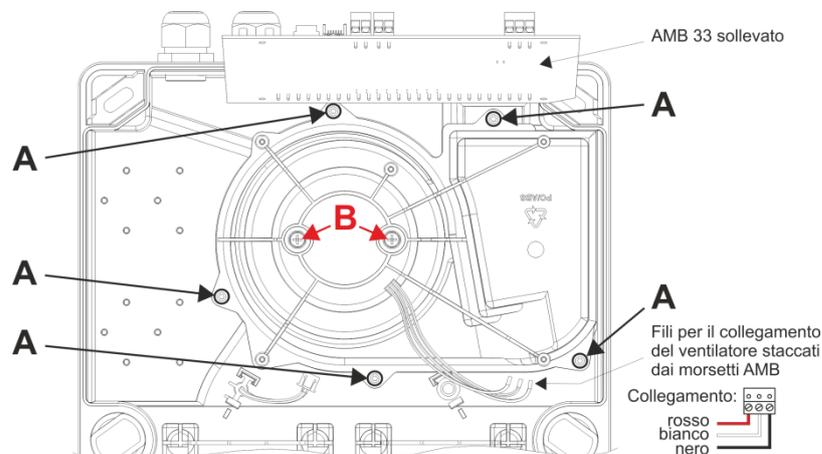

Fig. 48 Smontaggio del gruppo ventola in aspirazione
Per sostituire il gruppo ventola in aspirazione AFU 35 va smontata la Main Board AMB 33. A questo scopo vanno staccati con cura tutti i cavi di collegamento interni. Staccare dai morsetti i tre fili dell'alimentazione della ventola. Non è indispensabile estrarre i morsetti ad innesto da 1 a 26. Dopo la rimozione delle viti di fissaggio dell'AMB 33 con un **cacciavite Torx T10**, l'AMB 33 può essere ribaltata verso l'alto in direzione dell'ingresso dei cavi, rendendo accessibili le viti di fissaggio del gruppo ventola in aspirazione. Per smontare il gruppo ventola in aspirazione, le cinque viti **A** vanno svitate con un **cacciavite Torx T15** (ved. Fig. 48).
- Collegando il nuovo gruppo ventola in aspirazione si raccomanda di fare attenzione al colore dei fili (ved. Fig. 48).